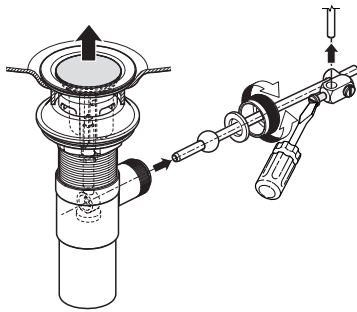
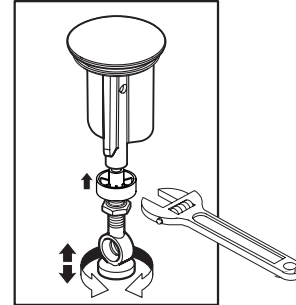

Fig. 9.1
Fig. 9.2
- Dévisser le **bloc d'ajustement** et l'**écrou** du corps du drain, puis retirer la **tige horizontale**. Retirer le **bouchon** du drain et ajuster la hauteur du **boulon incrochetable**. Vêrouiller le **boulon** en serrant l'**écrou**. Remettre le **bouchon** dans le drain et reconnecter à la **tige de levage**. Vérifier le fonctionnement du **bouchon** et répéter l'ajustement au besoin (fig. 9.1 et fig. 9.2).
- Unscrew the **connecting block** and then unscrew the **nut** from the drain body and remove the **horizontal rod**. Pull the **stopper** out of the drain and adjust the **burglarproof bolt** height. Screw the **nut** to lock position. Put the **stopper** back in the drain and reconnect to the **lengthened lift rod**. Check **pop-up drain** operation and repeat as requires (fig. 9.1 and fig. 9.2).